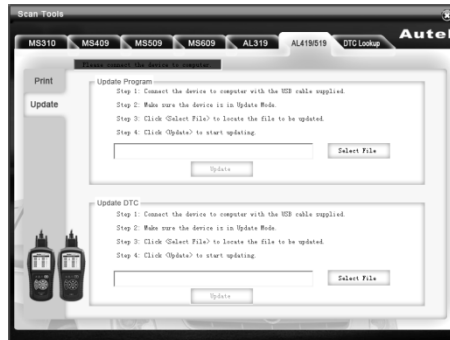

Figure 3.11
- 5) Sélectionnez les programmes à mettre à jour sur votre ordinateur. Il existe deux types de programmes: système d'exploitation et la bibliothèque DTC. (Figure 3.11)